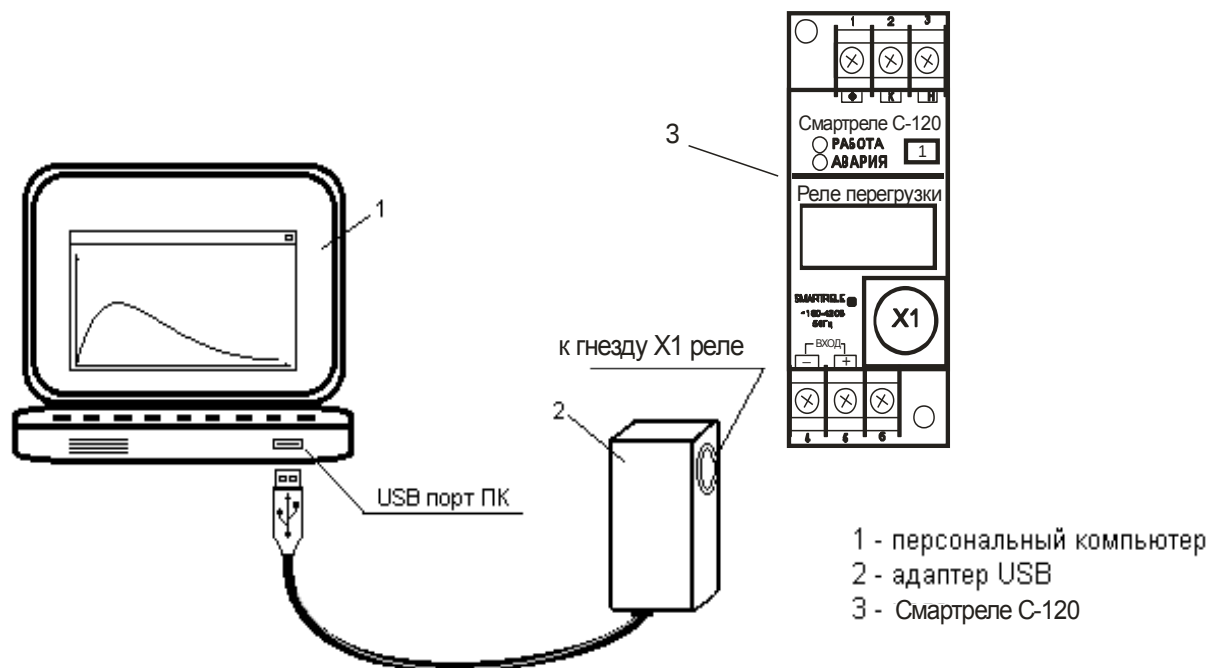

Рисунок 7 – подключение СМАРТРЕЛЕ C-120 к ПК при помощи адаптера USB
- соединить реле через разъем Х1 с ПК с помощью Адаптера USB (рис.7);
- подать на реле напряжение сетевого питания - клеммы «Ф» (1) и «Н» (3).